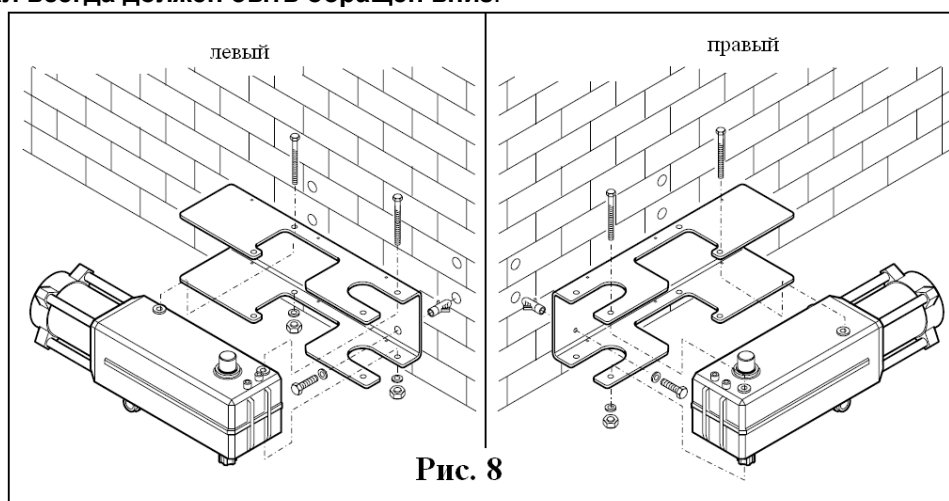

Рис. 8
2. болтов диаметром 10 мм или соответствующих дюбелей (рис. 8).
- Редукторный двигатель установить на пластине и закрепить посредством двух болтов, соответствующих гаек и граверов (рис. 8).